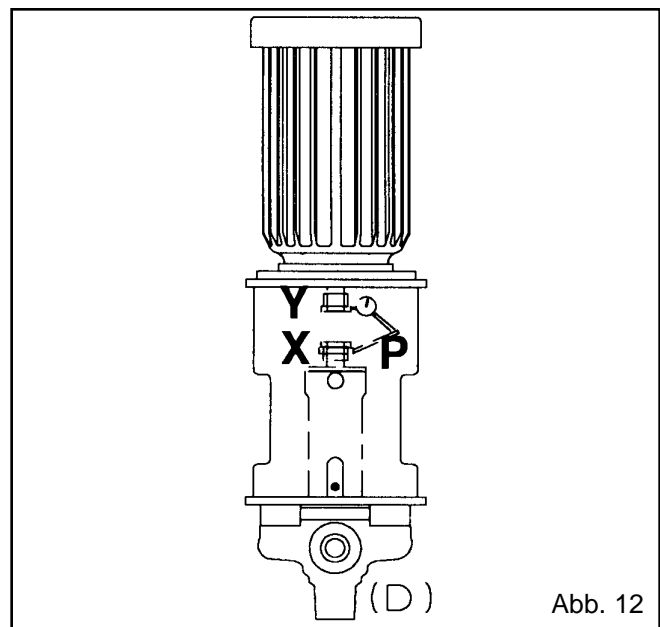

Abb. 12
5. Die Meßuhr P an der Quermittellinie (90° rechts der Saugrohrmittellinie) (3 Uhr) auf Null stellen (Abb. 12).
- 7a. **Negative Ablesung** - Kupplungshälfte X ist weiter von der Anfangsposition (3 Uhr) entfernt als Kupplungshälfte Y. Zur Berichtigung den Antrieb um die Hälfte der Gesamtablesung von der Anfangsposition (3 Uhr) in Richtung 9-Uhr-Position verschieben (Abb. 12).
- 7b. **Positive Ablesung** - Kupplungshälfte X liegt näher an der Anfangsposition (3 Uhr) als Kupplungshälfte Y. Zur Berichtigung den Antrieb um die Hälfte der Gesamtablesung von der zweiten Position (9 Uhr) weg in Richtung 3-Uhr-Position verschieben (Abb. 12).